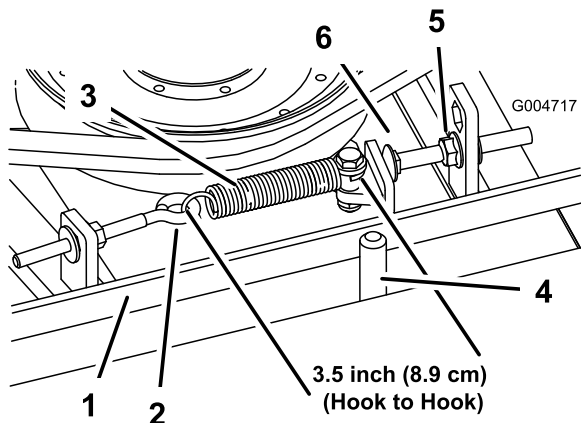

Figure 70
Lorsqu'il est correctement tendu, le ressort d'extension (d'un crochet à l'autre) doit mesurer environ $8,9 \text{ cm} \pm 6 \text{ mm}$ (intérieur). Lorsque le ressort est correctement tendu, ajustez le boulon de butée (boulon de carrossier) jusqu'à obtenir un jeu approximatif de $3,2 \text{ mm} + 1,5/0,0 \text{ mm}$ entre la tête du boulon et le bras de la poulie de tension (Figure 70).
Remarque: La courroie doit être placée du côté ressort du guide (Figure 70).
- Desserrez le boulon à œil pour pouvoir enlever le ressort d'extension (Figure 70).
- Desserrez l'écrou à embase qui fixe le boulon de butée à la patte de montage. Reculez l'écrou suffisamment pour que le bras de la poulie de tension passe le boulon de butée (Figure 70). Éloignez la poulie de tension de la courroie pour détendre cette dernière.
- Raccrochez le ressort d'extension (Figure 70) au boulon à œil et tendez la courroie comme suit :